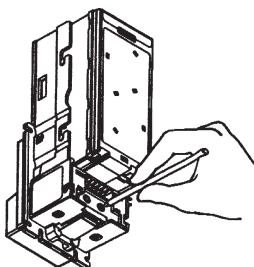

Figure 4
3. **Localisez le bouton de service** au dos de l'accepteur (voir figure 4). Appuyez le bouton une fois pour entrer en mode coupon. Appuyez une deuxième fois vous fera sortir.